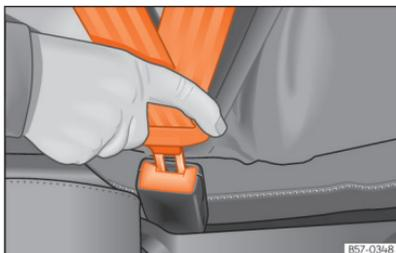

Fig. 20 Inserir a lingueta do cinto de segurança no fecho correspondente.
- Encaixe a lingueta no fecho do respetivo banco »» Fig. 20.